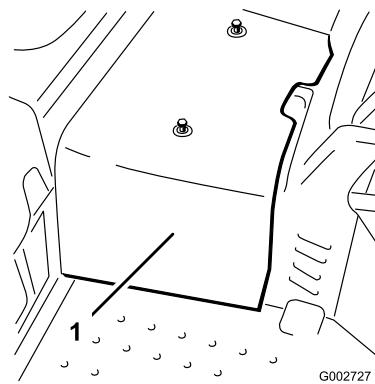

Bild 41
- Lösen Sie die zwei Schrauben, mit denen die mittlere Haube an der Maschine befestigt ist, und nehmen Sie die Haube ab (Bild 41).